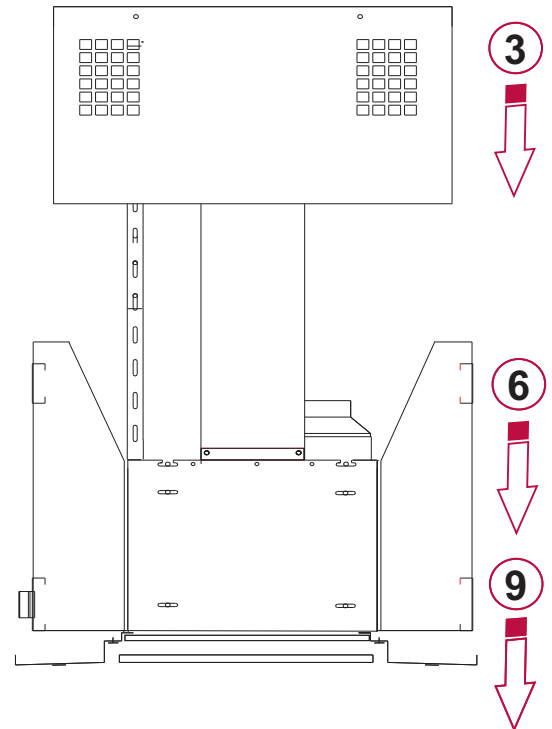

Fig. 2
- Retirar los filtros (8) ubicados debajo de placa silence (6).
- Quitar la boca (9), retirando los tornillos (12) que sujetan la misma al cajón porta extractor (6), ubicados debajo de los filtros antigrasa (8). Fig. 2.
- Extraer el cajón porta extractor (6) mediante los tornillos (13). Fig.2
- Quitar el cobertor de Acero (3) fijado mediante 4 tornillos embellecedore (14) al soporte superior (1). Quedando el soporte superior (1) con las tres correderas (2) sujetas al mismo. Fig. 2.